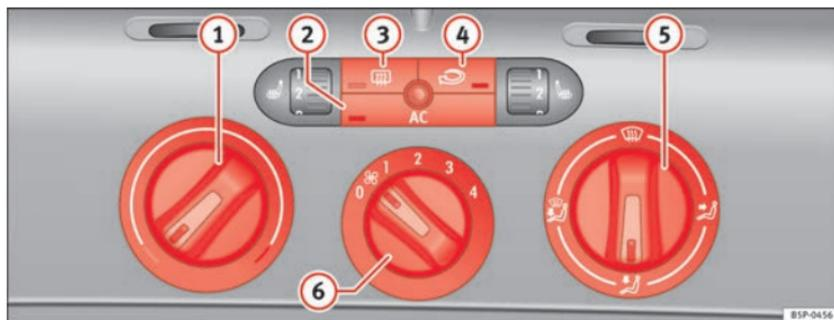

Fig. 126 Sur la planche de bord : éléments de commande du Climatic
- Les régulateurs ⇒ fig. 126 ① et ⑤ et la commande ⑥ permettent de régler la température, la répartition de l'air et la vitesse de la turbine.
- Appuyez sur l'une des touches ②, ③ ou ④ pour activer ou désactiver la fonction correspondante. Quand la fonction est active, le rectangle situé sur le coin inférieur de la touche s'allume.
- ① Régulateur de température ⇒ page 167
- ② Touche [AC] – Allumer ou éteindre le système de refroidissement ⇒ page 167
- ③ Touche [] – Dégivrage lunette arrière Environ 20 minutes après son activation, le dégivrage s'arrête automatiquement. Vous pouvez la désactiver plus tôt en appuyant sur la touche.
- ④ Touche [] – Recyclage de l'air ambiant ⇒ page 169
- ⑤ Régulateur de répartition de l'air ⇒ page 167
- ⑥ Commande de soufflante. Le débit d'air peut être réglé sur quatre vitesses. Lorsque le véhicule roule lentement, laissez toujours tourner la soufflante à basse vitesse.
⇒ page 166, fig. 126 (AC).